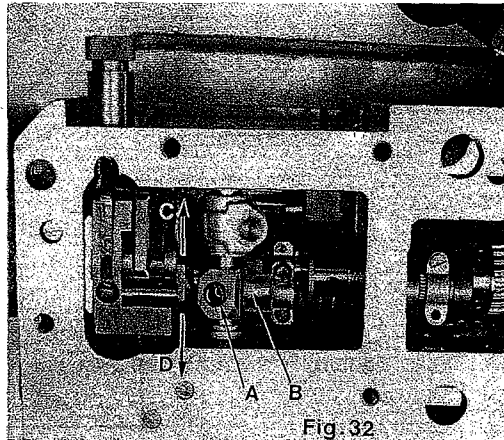

Fig. 32
2. Loosen screw (A, Fig. 32).
3. If the difference between dimension "A" and dimension "B" (Fig. 31) is less than 0,8 - 1 mm = .032 - .04 inch, lever (B, Fig. 32) must be moved in the direction of the arrow to "D".
- If the difference is more than 0,8 - 1 mm = .032 - .04 inch, lever (B, Fig. 32) must be moved in the direction of the arrow to "C".
2. Lösen Sie die Schraube (A, Fig. 32).
3. Ist der Unterschied zwischen Maß "A" und Maß "B" (Fig. 31) kleiner als 0,8 - 1 mm muß der Hebel (B, Fig. 32) in Pfeilrichtung nach "D" verschoben werden.
Ist der Unterschied größer als 0,8 - 1 mm muß der Hebel (B, Fig. 32) in Pfeilrichtung nach "C" verschoben werden.